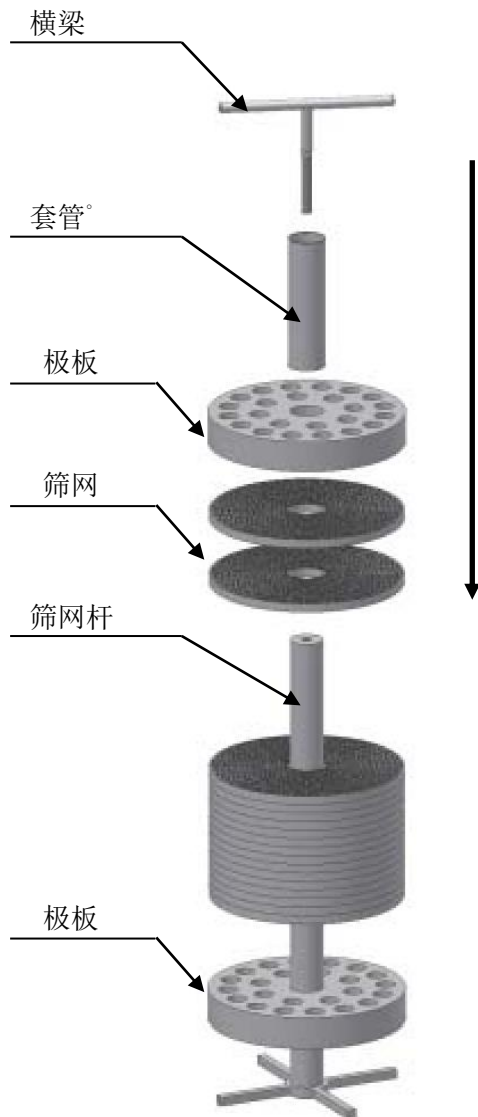

图 7-1
- (1) 请按照图 7-1 的顺序组装。
- (2) 请将组装好的筛网慢慢放入筛网桶中。